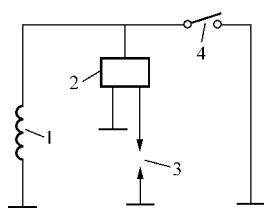

图 1-3 一体式点火系统
(10) 点火系统的连接原则。接点火器上的黑/红色线为点火系统向电容充电的电源线；蓝/白线为触发线，接点火器上的同色线或蓝色线向点火器晶闸管控制极提供触发电流；黑/黄线或黄色线为点火器的输出线，它与高压点火线圈相连；黑色或绿色线为搭铁线，分别与点火器上相同的搭铁线相连；黑/白线一般为熄火线，它从点火开关输出后，接点火器上的黑/白线，若点火器上没有这根线的时候，可连在点火器上的输出线黑/红线。一般利用磁电机为电源的点火系统，采用的是短路熄火。有的点火器上有两根搭铁线，一根为电容放电回路，一根为触发导通回路。一体式点火系统不单独增设触发线圈，而是利用一个线圈绕组一端充电，一端触发导通，利用正半周来充电，负半周触发导通，但它仍采用短路熄火的方式，如图 1-3 所示。